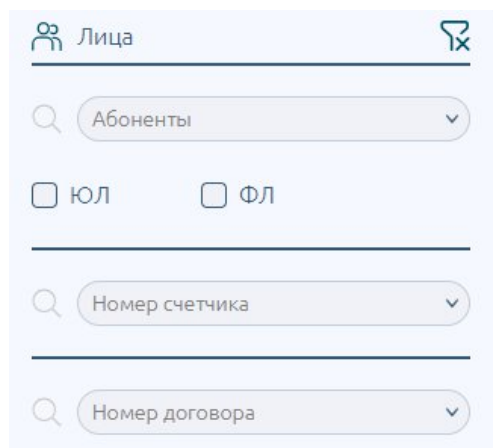

Рис.7: Фильтр Лица
- Лица – сортировка по физ./юр. лицам (Рисунок 7)